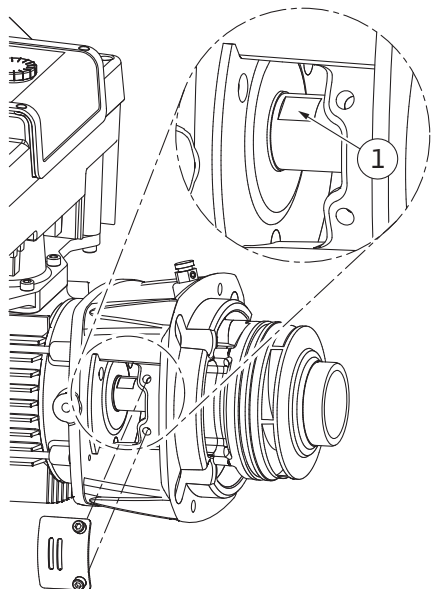

Fig. 106: Kulcsfelületek tengelyen
14. Vezessen egy franciakulcsot (kulcsszélesség: 22 mm) a közdarabablakba, és a kulcsfelületeknél fogva rögzítse a tengelyt (Fig. 106, 1. poz.). Csavarja ki a járókerék anyát (Fig. I, 22. poz.). A járókerék (Fig. I, 21. poz.) lehúzása a tengelyről automatikusan megtörténik.
3. Vezessen egy franciakulcsot (kulcsszélesség: 22 mm) a közdarabablakba, és a kulcsfelületeknél fogva rögzítse a tengelyt (Fig. 106, 1. poz.).
10. Vezessen egy franciakulcsot (kulcsszélesség: 32 mm) a közdarabablakba (Fig. IV, 38. poz.), és a kulcsfelületeknél fogva rögzítse a tengelyt (Fig. 106, 1. poz.). Szerelje fel a járókereket az alátéttel (alátétekkel) és az anyával. Húzza meg az anyát. Vigyázzon, ne-hogy a csúszógyűrűs tömítés elakadás miatt megsérüljön.